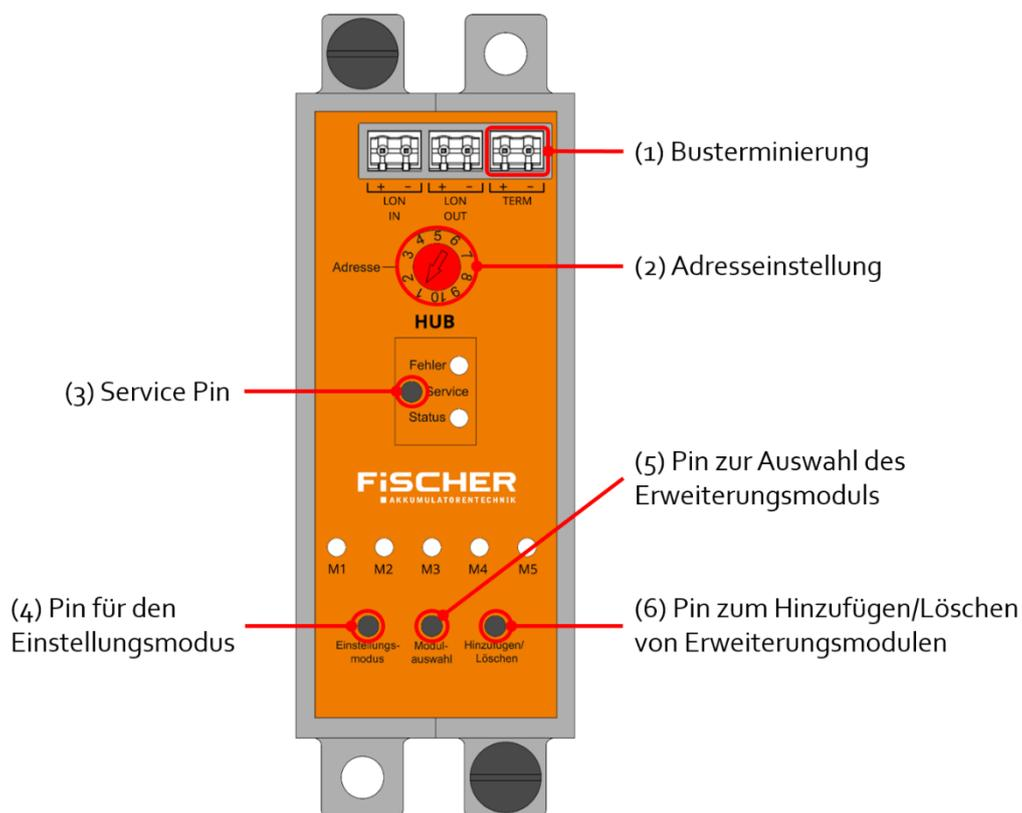

Abbildung 6 ZB2-LONHUB Kontrollmodul
Um Interferenzen auf dem Bus zu vermeiden sollte der LON₃ Bus terminiert werden. Hierzu ist am ZB2-LONHUB Kontrollmodul eine separate Anschlussklemme vorgesehen. Dieser Anschluss enthält bereits den benötigten Terminierungswiderstand. Ein Kurzschluss bzw. eine Drahtbrücke zwischen den beiden Anschlussklemmen genügt, um den LON₃ Bus zu terminieren (siehe Abbildung 6 ZB2-LONHUB Kontrollmodul).
Drehen Sie das Rad (2) zum Einstellen der Adresse am ZB2-LONHUB Kontrollmodul (siehe Abbildung 6 ZB2-LONHUB Kontrollmodul) an die gewünschte Position (1 – 10). Bei der Installation mehrerer ZB2-UVs darf jede Adresse 1 – 10 nur einmal vergeben werden. Eine doppelte Vergabe der Adresse führt zu Fehlfunktionen. Somit können maximal 10 ZB2-UV an einer ZB2 Anlage betrieben werden. Bitte beachten Sie die maximale Anschlussmöglichkeit an der ZB2 Anlage.
Sobald im Display die Meldung *Drücken Service Schalter* erscheint, muss an der ZB2-UV am ZB2-LONHUB der Service Pin (3) (siehe Abbildung 6 ZB2-LONHUB Kontrollmodul) gedrückt werden. Gehen Sie hierzu zur ZB2-UV. Die Service LED des ZB2-LONHUB Moduls sollte grün blinken.
Die Installation der ZB2-UV Erweiterungsmodule kann am ZB2-LONHUB Modul über die Pins (4), (5) und (6) erfolgen (siehe Abbildung 6 ZB2-LONHUB Kontrollmodul).
1. Zuerst Pin (4) *Einstellungsmodus* drücken.
2. Als Nächstes Pin (5) *Modulauswahl* so oft drücken, bis die entsprechende Status LED (z. B. M3 für Erweiterungsmodul Nr. 3) anfängt zu blinken.
4. Zum Abschluss Pin (6) *Hinzufügen/Löschen* drücken.